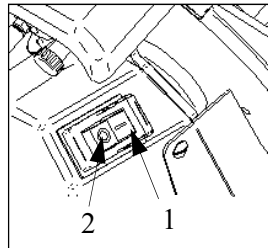

ABB. Nr. 6 - Position der Befehle
4. dann den Ein-Schalter "I" (ON) betätigen, Abb. Nr. 6;
7. am Ende des Schnittvorgangs stoppen Sie die Maschine durch Drücken des Aus-Schalters "0" (OFF) Abb.Nr. 6 und stellen den Messknopf auf "0";
1. den Ein-Schalter "I" (ON) und den Aus-Schalter-"O" (AUS) drücken, *Abb. Nr. 6*;